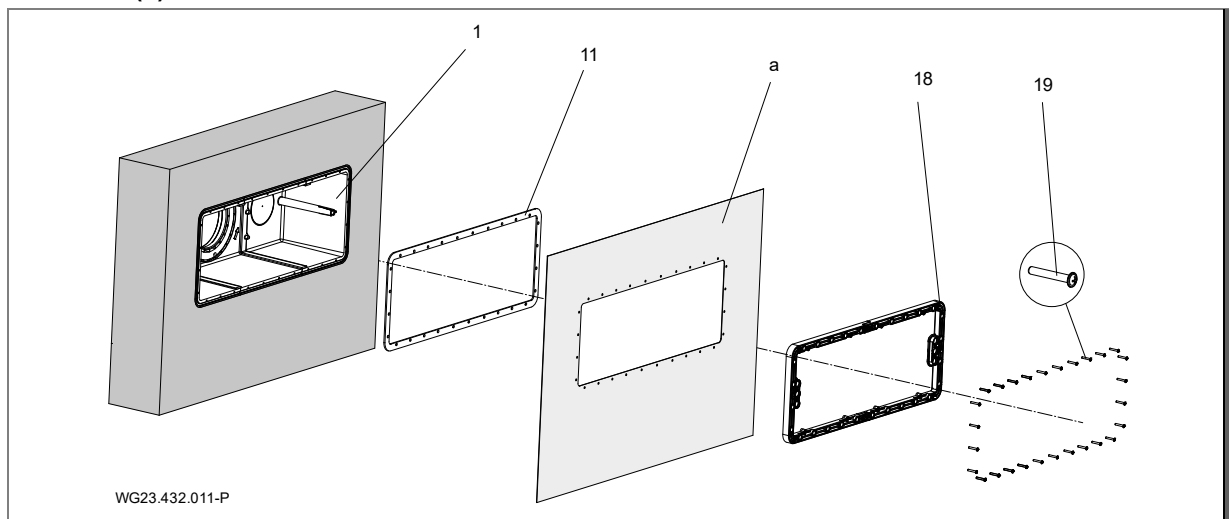

Fig. 7
Para la estanqueidad con la pared de hormigón recomendamos crear un anillo perimetral de resina epoxi/arena de cuarzo en la pared exterior del lado de la piscina de la carcasa (1). Ver "Fig. 7", página 16.
1. Profundidad de montaje: el centro de la carcasa empotrada (1) debe colocarse 35 cm debajo del nivel del agua.
3. Emborne los listones de apoyo (17) entre los dos solapamientos del lado interior de la carcasa.
4. Presione manualmente la junta perfilada (11) sin tracción a lo largo de la ranura en la carcasa (1) (fíjela en el lado del suelo con una gota de adhesivo instantáneo).
5. Coloque el cordón redondo obturador (16) en la ranura de la carcasa.
6. Alinee la carcasa empotrada (1) con la identificación «OBEN/ UP/ HAUT» (ARRIBA) y fíjela con los tornillos cortantes (19) en el encofrado.